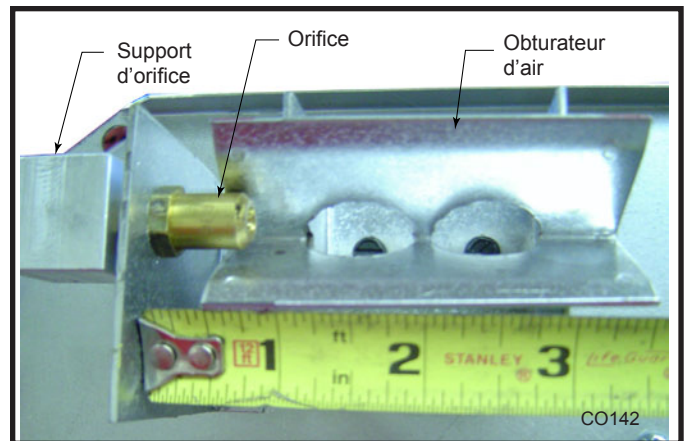

Fig. 82 Le réglage de l'obturateur d'air est 13 mm (1/2 po) depuis le support d'orifice jusqu'à l'arête de l'obturateur d'air.
5. L'obturateur d'air est ajusté en usine et ne devrait pas avoir besoin d'ajustement. L'ouverture de l'obturateur d'air peut être mesurée de la façon démontrée à la figure 82.